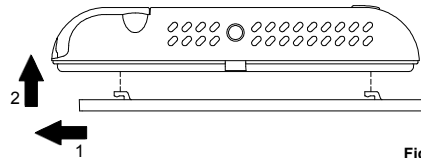

Fig. 3
- Desenganchar la plancha pegada a la base del termostato, empujándola hacia la izquierda para desenganchar los denticillos indicados en Fig. 3.
- Inserir correctamente las baterías (respetando la correcta polaridad) en el compartimiento pilas (de Fig. 3) no usar pilas descargadas y usar pilas alcalinas.